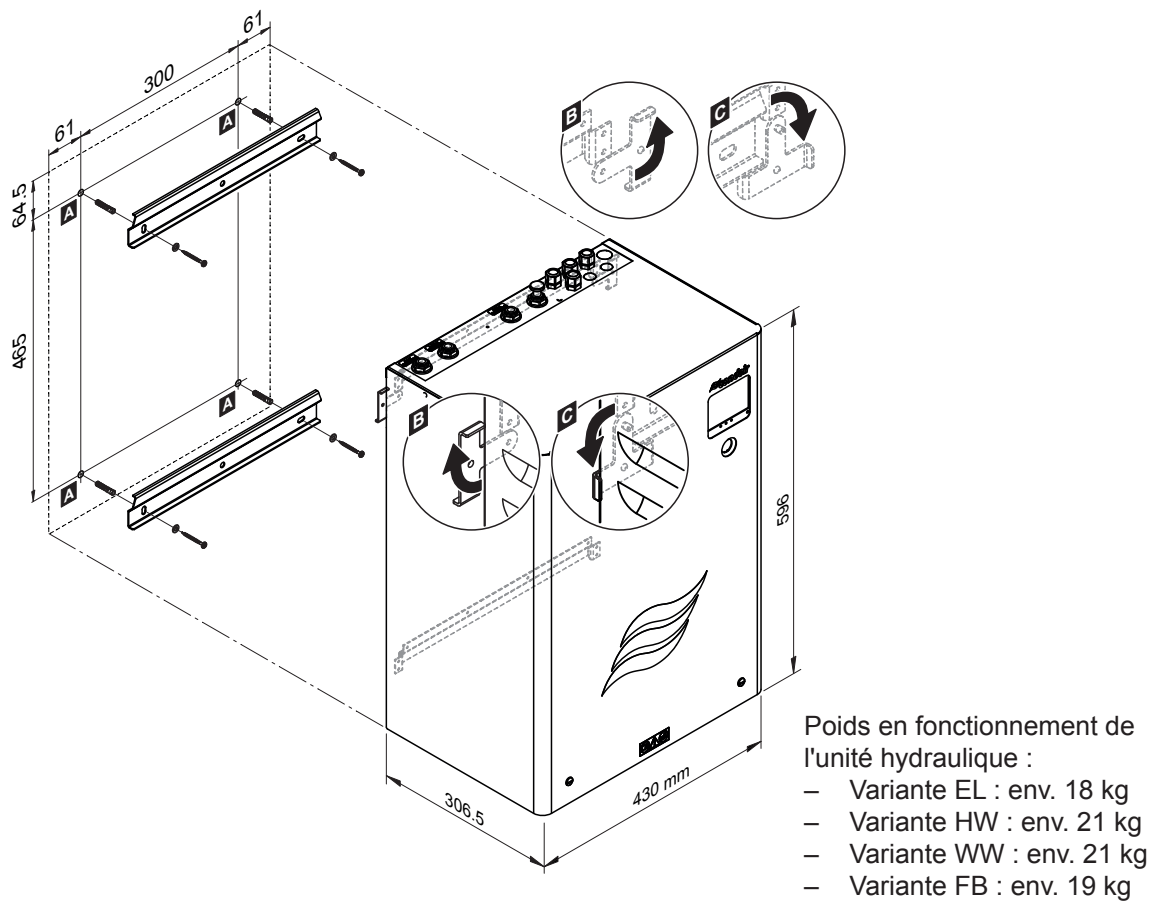

Fig. 19: Montage de l'unité hydraulique (dimensions en mm)
3. Tourner les éléments de blocage vers l'extérieur sur les deux côtés de l'unité hydraulique (position ouverte, voir *Détail « B »* dans *Fig. 19*).
4. Fixer l'unité hydraulique aux supports muraux. Tourner ensuite vers l'intérieur les deux languettes d'arrêt situées à l'arrière de l'unité hydraulique (position fermée, voir *Détail « C »* dans *Fig. 19*) pour fixer l'unité hydraulique au support mural supérieur.